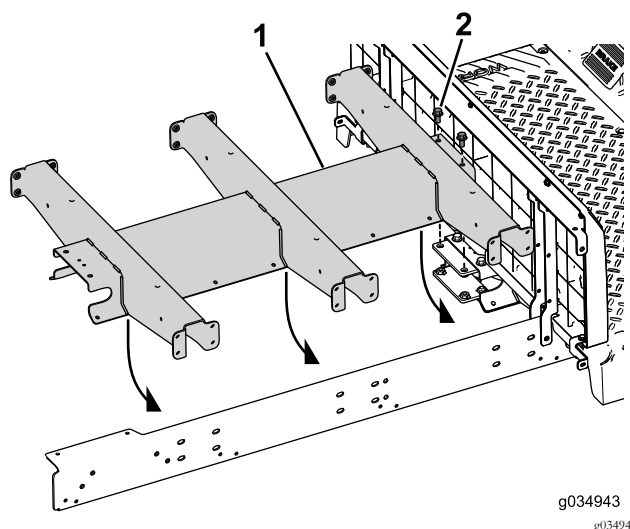

Figura 24
4. Insira os dois parafusos (3/8 x 3/4 pol.) através do canal central e da montagem traseira (Figura 24).